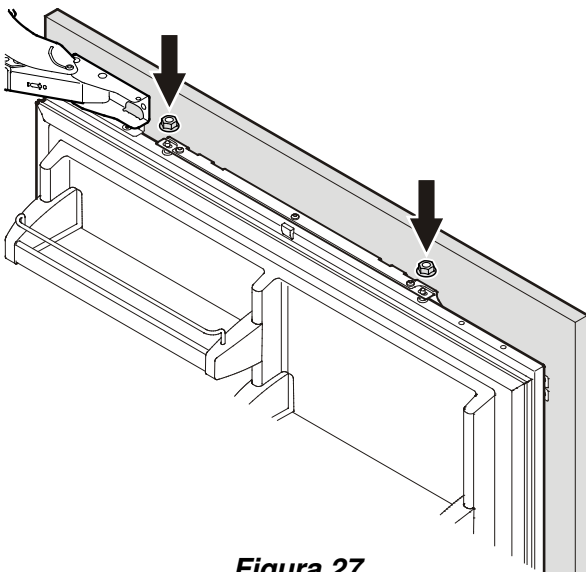

Figura 27
2. Abra la puerta del frigorífico y cuelgue el panel en los pernos de regulación superiores (**Figura 27**).
3. Atornille las tuercas hexagonales a los pernos de regulación y apriételas provisoriamente con la mano (**Figura 27**).